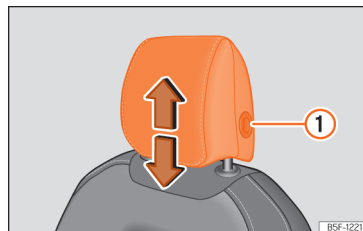
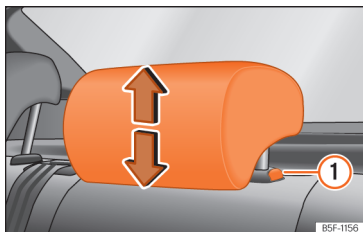

Fig. 97 Banco dianteiro: regulação do encosto de cabeça.
Fig. 98 Encosto de cabeça traseiro: ajuste do encosto de cabeça.
- Agarre o encosto de cabeça com ambas as mãos pelos lados e empurre para cima até o encaixar na posição desejada. Para baixá-lo, proceda da mesma forma, pressionando o botão lateral ① » » Fig. 97 , » » Fig. 98.